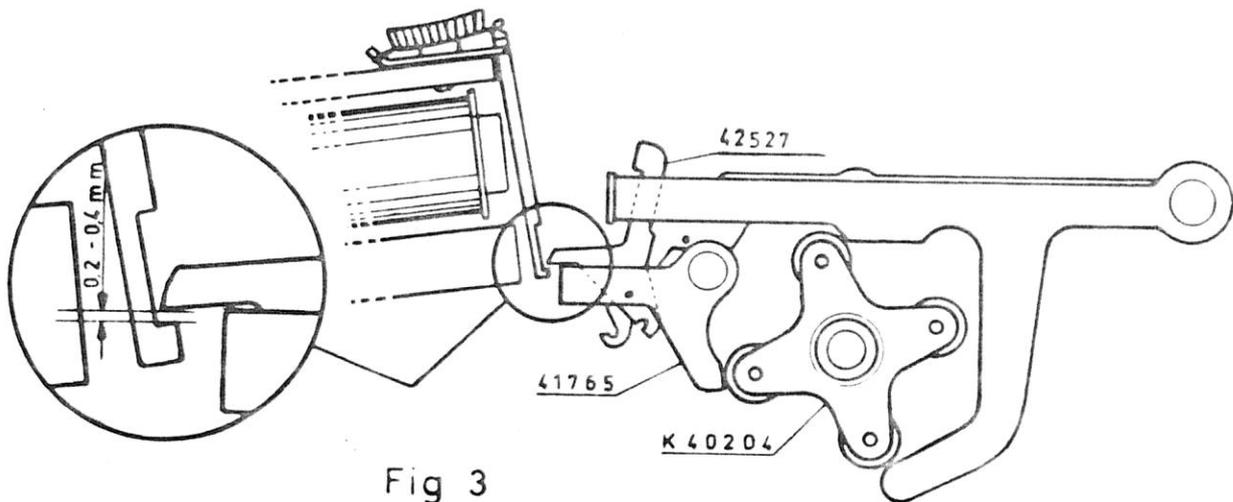

Fig 3
- 2.1.1 Ist die Hauptachse in Grundstellung, dann muß die Steuerbrücke 41765 für die Kuppelklinken von den Rollen an der Hauptachse so weit verschwenkt sein, daß die Kuppelklinken vollständig zurückgebracht sind. Dabei ist zu prüfen, daß ein Spielraum von 0,2 - 0,4 mm zwischen den Kuppelklinken und den Ankern vorhanden ist, wie in Abb. 3 gezeigt.
Bei jedem Schritt des Perlrades muß der Streifen vorher gelockert sein, um ein Zerren zu vermeiden. Die Lockerung oder Vorspeisung des Streifens erfolgt durch den Transportstern 42537 in Zusammenarbeit mit der gefederten Rolle 2294943 (Abb. 3).